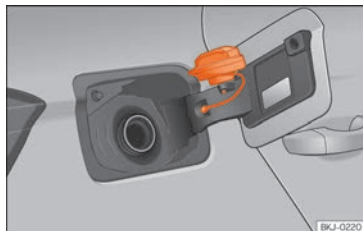

Abb. 149 Tankklappe mit aufgestecktem Tankverschluss.
• Platzieren Sie den Verschluss in der Aussparung, die sich im Scharnier der geöffneten Tankklappe befindet »» (Abb. 149).